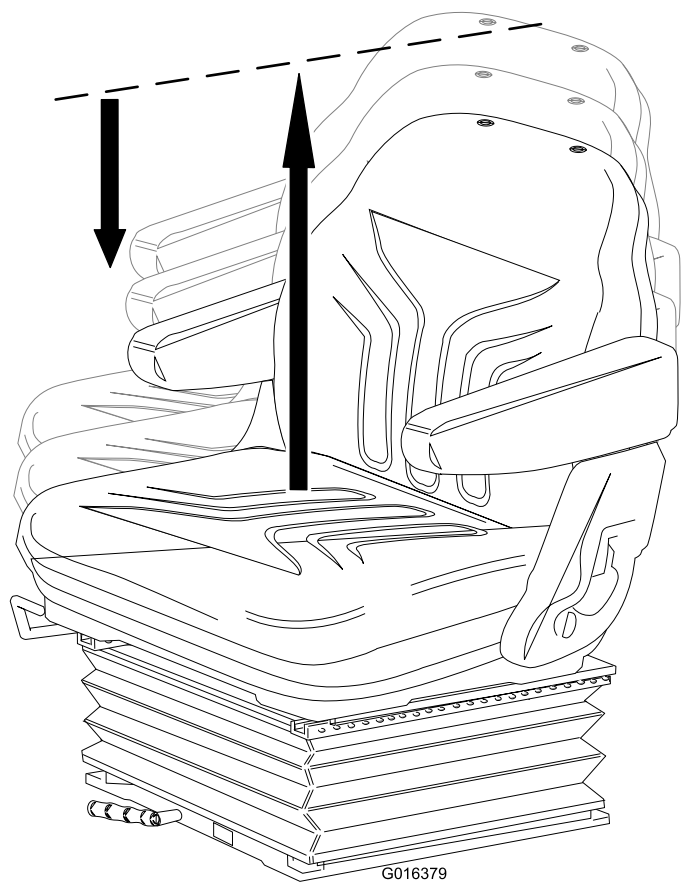

Figura 24
- **Regolazione dell'altezza:** Sollevate manualmente il sedile per regolare l'altezza secondo determinati incrementi. Per abbassare il sedile, sollevatelo fino oltre l'altezza massima, quindi lasciatelo scendere fino all'altezza minima (Figura 24).